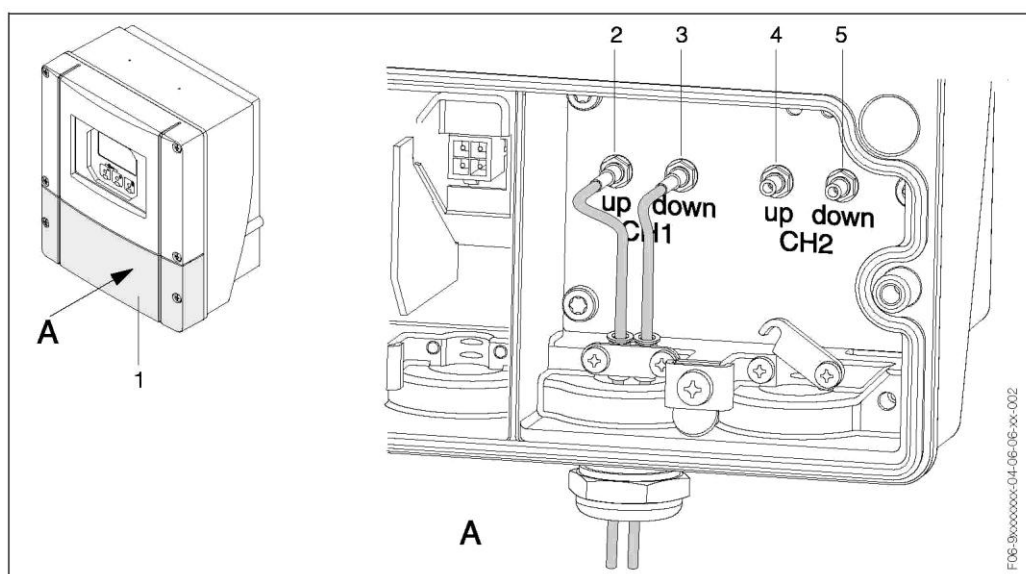

Рис. 17: Подключение измерительного прибора
1. Преобразователь: отверните винты и снимите крышку (1) клеммного отсека.
3. Демонтируйте специальный кабельный ввод, поставляемый с датчиками. Пропустите оба соединительных кабеля датчика через крышку (6) кабельного уплотнителя в клеммный отсек.
4. Расположите кабельные муфты (9) обоих кабелей датчика точно рядом друг с другом (вид B). Вставьте клеммы заземления (10) и плотно затяните. Таким образом будет обеспечено оптимальное заземление.
5. Разгладьте резиновый уплотнитель (7) на боковой прорези с помощью соответствующего инструмента (например, большой отвертки) для возможности фиксации обоих кабелей датчика. Протолкните резиновый уплотнитель в кабельный уплотнитель (8). Плотно затяните крышку кабельного уплотнителя (6).
6. Подключите разъемы кабеля датчика (11) со стороны трансформатора, как показано на рис. 17.
7. Преобразователь: установите крышку (1) на клеммный отсек.